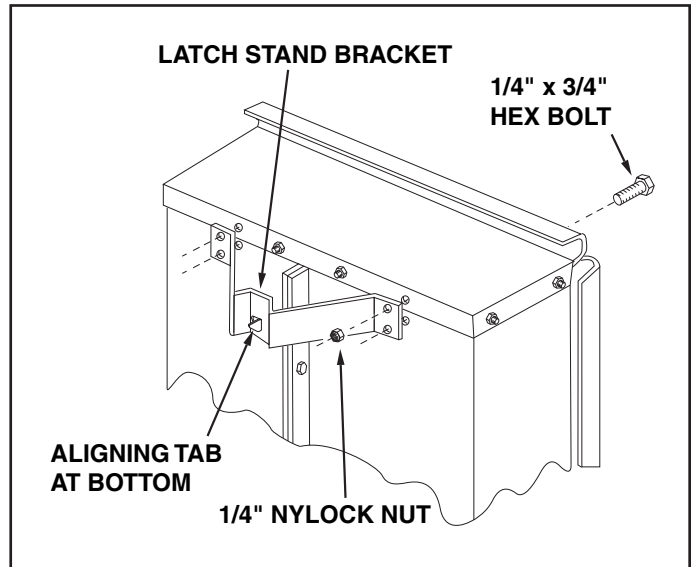

FIGURE 7
11. Turn the latch stand bracket so that the aligning tab is at the rear (bottom) of the bracket. Assemble the latch stand bracket to the cart using four $1/4" \times 3/4"$ hex bolts and $1/4"$ nylock nuts. **TIGHTEN**. See figure 7.
11. Faites pivoter le support de soutien d'attelage de telle sorte que la patte d'alignement se retrouve à l'arrière (en bas) du support. Assemblez le support de soutien d'attelage à la remorque en utilisant quatre boulons hexagonaux 1/4" x 3/4" et des écrous hex. 1/4". **SERREZ.** Voir figure 7.